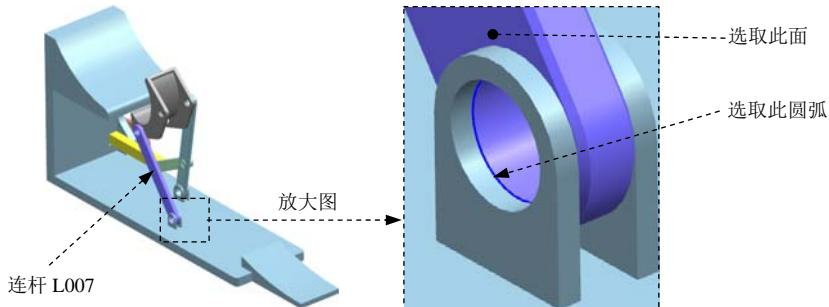

图 10.2.9 定义旋转副(五)
Step13. 定义旋转副(五)。在“运动副”对话框**定义**选项卡的**类型**下拉列表中选择**旋转副**选项，选取图10.2.9所示的连杆L007；在“运动副”对话框的**指定原点**下拉列表中选取“圆弧中心” $\odot$ 选项，在模型中选取图10.2.9所示的圆弧为定位原点参照；选取图10.2.9所示的面作为矢量参考面；单击**应用**按钮，完成运动副的添加。